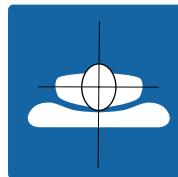

Figura 5-2: Centre o doente
5. Centre o doente na superfície de apoio (Figura 5-2 na página 5-13).